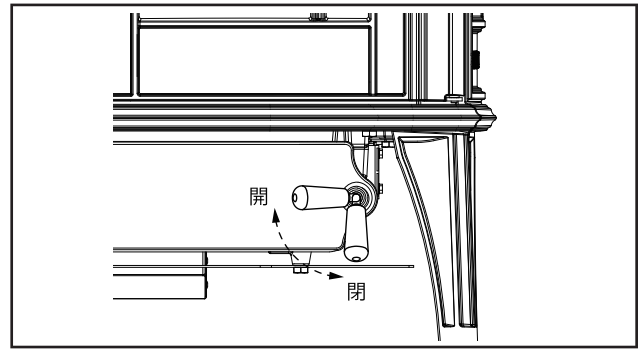

図2.8 灰受けドアのハンドルは、時計回りに回して開き、反時計回りで閉まります。
- ・グリドルまたはフロントドアを閉め、灰受けドアを開きます。(図2.8)灰受け皿は弧を描くようにストーブの外に出てきます。